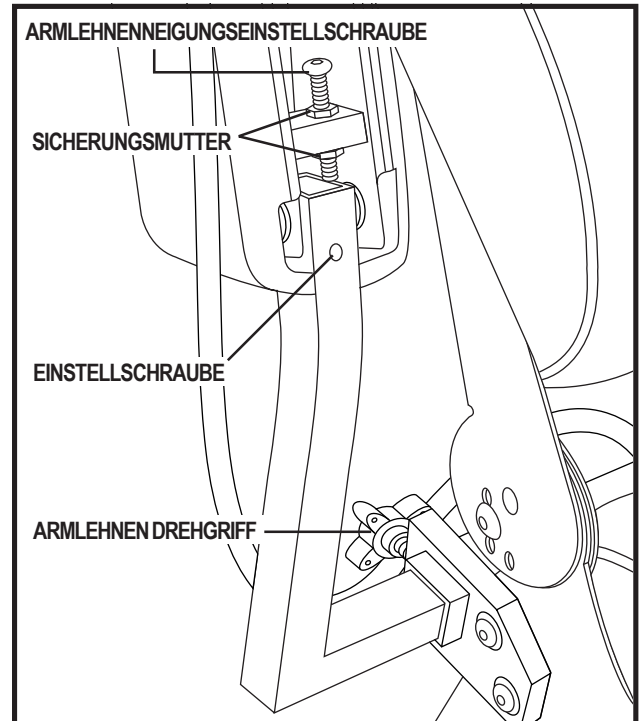

Abb. 15. Einstellung der Armlehne
1. Ergreifen Sie die beiden Armlehndrehgriffe an jeder Seite des Armlehenträgers. Siehe Abb. 15.
1. Lösen Sie die Einstellschraube an der Armlehne. Siehe Abb. 15.
1. Heben Sie die Armlehne nach oben, so dass sie sich im rechten Winkel zum Boden befindet. Siehe Abb. 15.